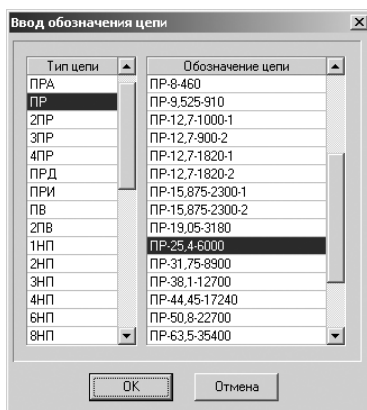

Рис. 5.61. Диалоговое окно **Ввод обозначения цепи**
- в строке **5. Обозначение цепи** щелкните по кнопке, расположенной правее поля ввода,  – **Ввод данных**. Появится диалоговое окно **Ввод обозначения цепи**, см. рис. 5.61;